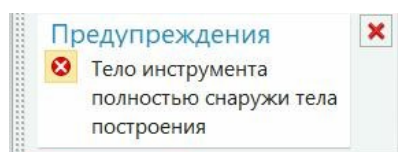

Рис.97
- Единственное условие – тела должны **четко касаться или пересекать** друг друга. Если вы попытаетесь, например, объединить тела, представленные на рис.96, система выдаст сообщение рис.97, и не выполнит операцию.
рис.97а
рис.97б
рис.97в
- Для примера выполним только команду «Вставить \ Комбинировать \ **Пересечение**» (рис.97а – 97в).